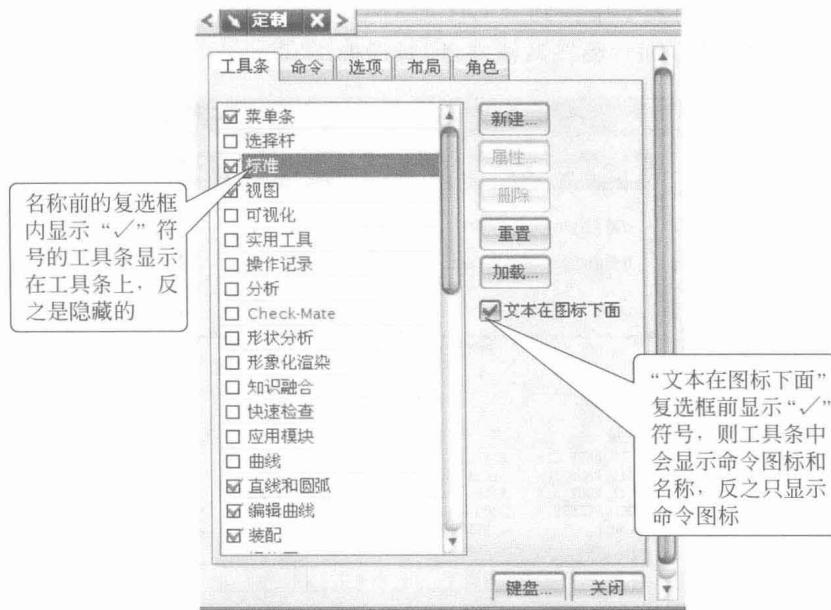
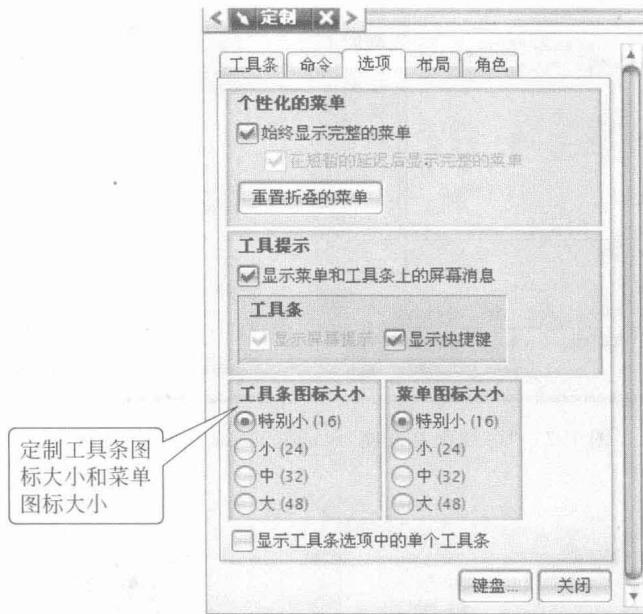
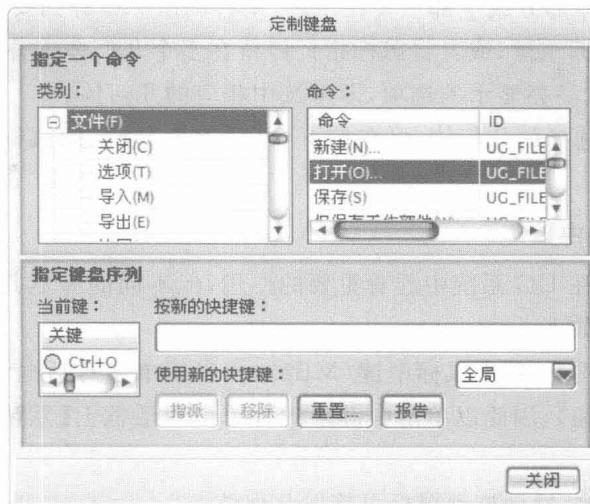

图 1.4 “定制”对话框
图 1.6 “定制”对话框的“选项”选项卡界面
图 1.9 “定制键盘”对话框
方法 2: 将光标放在绘图区上方的任意位置, 然后单击右键, 在弹出的快捷菜单中单击【定制】命令, 或单击【工具】|【定制】命令, 弹出如图 1.4 所示的“定制”对话框。通
(5) 如何定制命令图标大小。在图 1.4 所示的“定制”对话框中,单击“选项”选项卡,出现如图 1.6 所示的界面。
- ① 在图 1.4 所示的“定制”对话框中,单击对话框右下角的【键盘】按钮,打开如图 1.9 所示的“定制键盘”对话框。
- ② 在“定制键盘”对话框的“类别”栏中,选择命令所在的菜单条,使之呈现高亮的显示状态。例如,单击“文件”菜单条。
- ③ 此时,“命令”栏显示的是相应菜单条所包含的所有命令。单击“命令”栏中的某一个命令(例如,【打开】命令),使之呈现高亮的显示模式。
- ④ 在“当前键”栏中显示了所选择命令的快捷键。例如,图中显示了【打开】命令的快